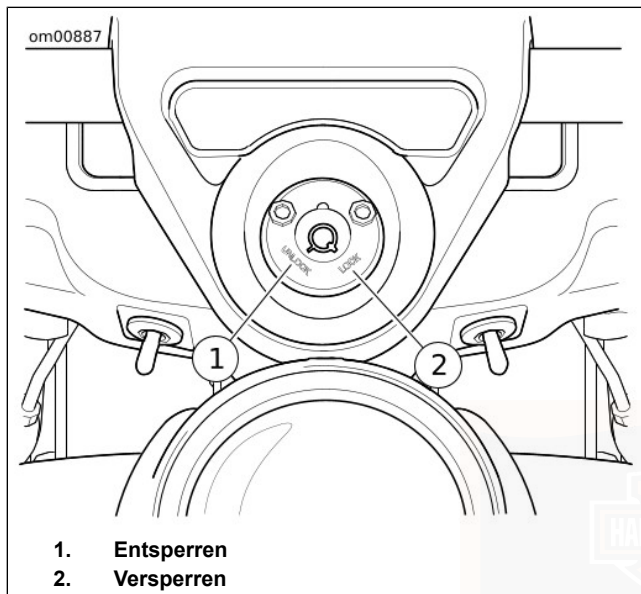

Abbildung 5. Gabelschloss: FLHR/FLHRC
Siehe Abbildung 5. Auf FLHR-/FLHRC-Modellen befindet sich das Gabelschloss an der Oberseite des Lenkkopfs, hinter dem Scheinwerfertopf und versenkt in der Lenkerschellen-Ummantelung.
2. Siehe Abbildung 5. Den Schlüssel einführen und gegen den Uhrzeigersinn in die LOCK-Stellung (versperrt) drehen. Den Schlüssel abziehen.